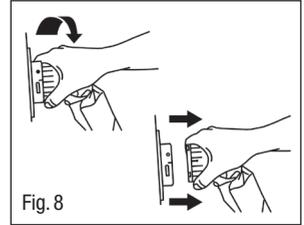

Fig. 8
5.4 Fonction Transport du/de la Patient(e) (Fig. 8)